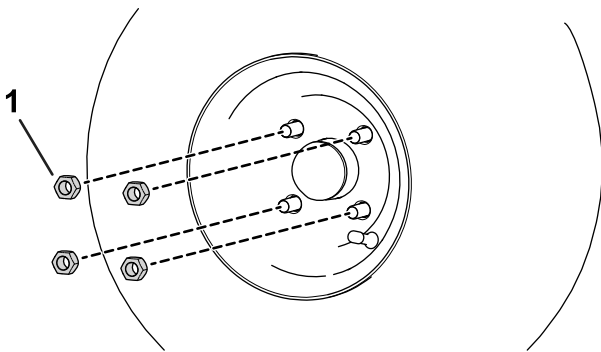

Figura 4
1. Utilize as porcas das rodas previamente removidas para prender a roda ao cubo (Figura 4).